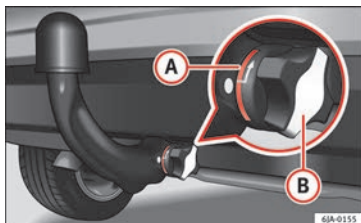

Fig. 199 Fixation correcte de la barre à boule d'attelage.
- La marque rouge (A) » fig. 199 sur la molette pointe vers la marque blanche sur la barre à boule d'attelage.
- Le cache (B) a été mis en place sur la serrure de la molette.